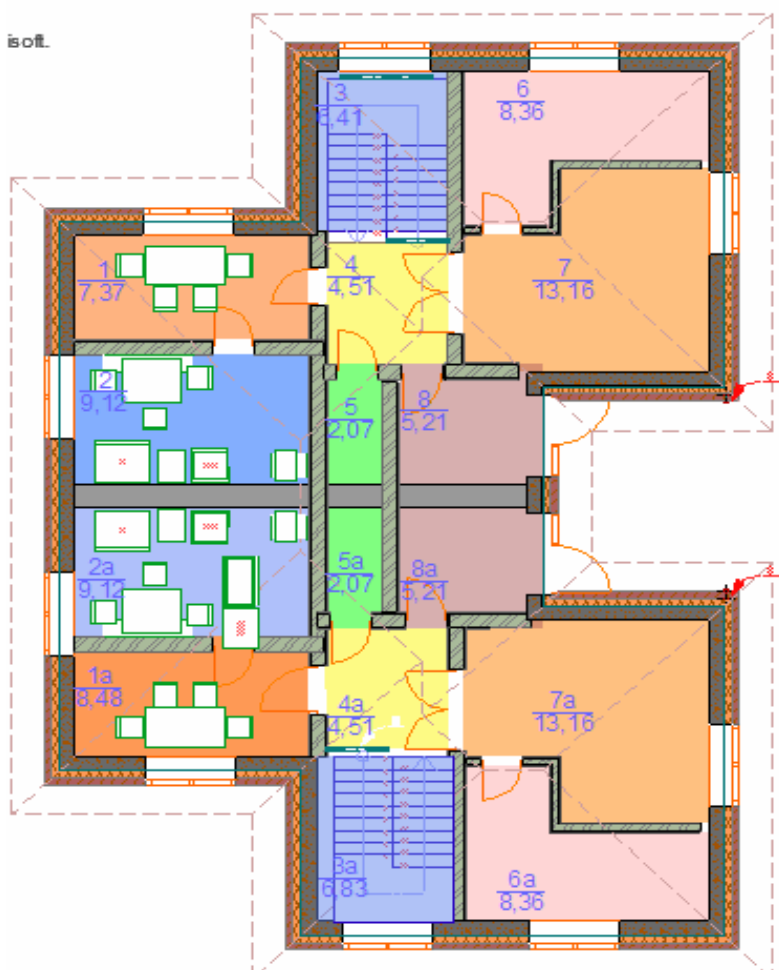

Рис. 128
9. Аналогичным образом разместите остальные зоны (рис. 128).